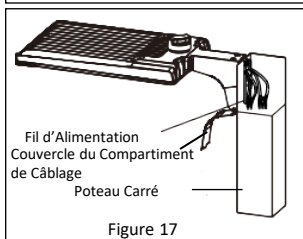

Figure 17
3. Poussez l'excédent de fil dans le poteau, et fermez le couvercle du compartiment de câblage. **Reportez-vous à la Figure 17.**